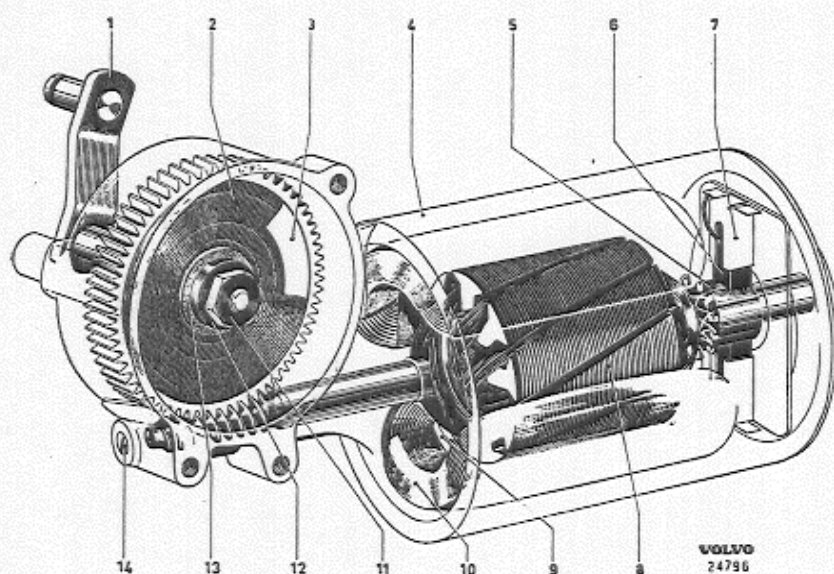

Abb. 106 Auto-Lite Scheibenwischermotor,
Bei jährlicher Überholung wird eine geeignete Fettmenge nachgefüllt. Das Axialspiel der Ankerwelle soll zwischen 0,1 mm und 0,3 mm liegen. Die Einstellung erfolgt mit der Schraube 14, siehe Abb. 106.
Bei der Lieferung von der Fabrik ist die Ausgangstellung der Scheibenwischer auf der rechten Seite vom Fahrer aus gesehen. Wenn die Ausgangstellung zur linken Seite umgestellt werden soll, ist die Kontaktscheibe (2, Abb. 106) um 180° zu drehen. (Auto-Lite Scheibenwischer). Hierbei ist die Mutter (11), die Stahlscheibe (12) und die Fiberscheibe (13) zu lösen. Danach kann die Kontaktscheibe (2) angehoben und gedreht werden. Der SWF-Scheibenwischer wird durch Lösen und Drehen der Welle (1, Abb. 106) um 180° umgestellt.